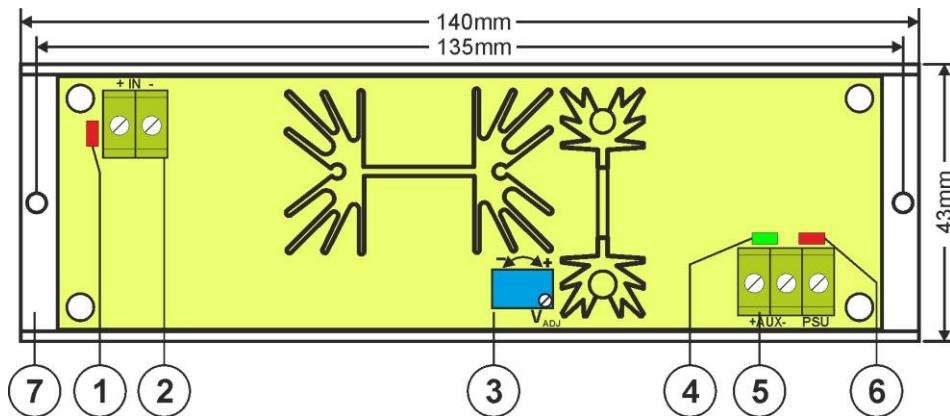

Fig.2. Vista del módulo del convertidor.
1.2. Descripción de los elementos y conectores del módulo (fig.2, tab.1, tab.2).
Número [fig.2]	Descripción del elemento